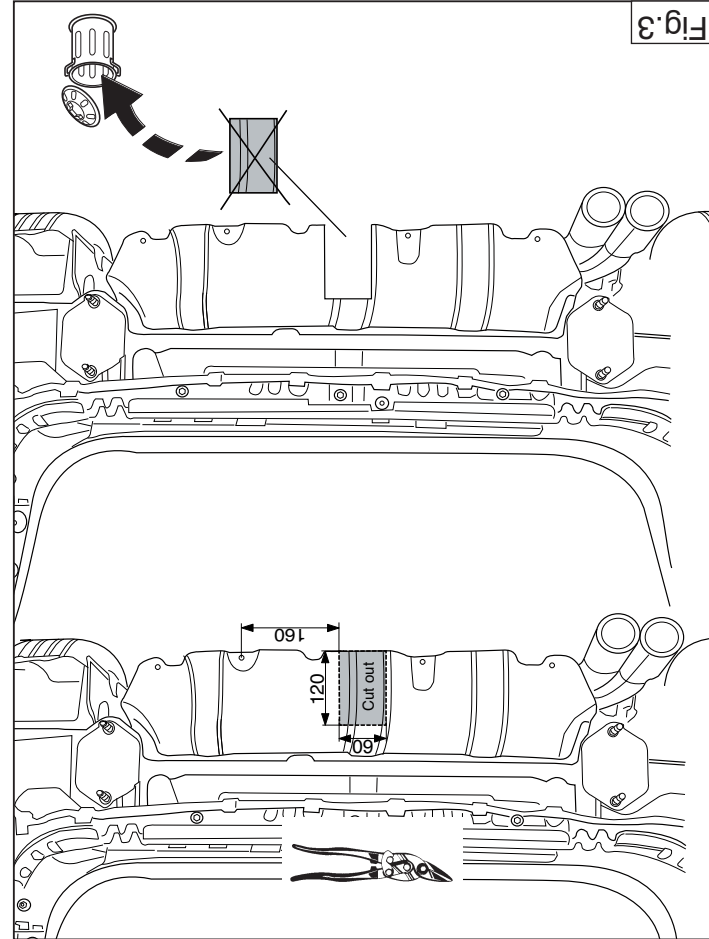

Fig.3
7. **Falls vorhanden:** Sägen Sie das in Abbildung .3. angegebene Teil aus dem Hitzeschild.